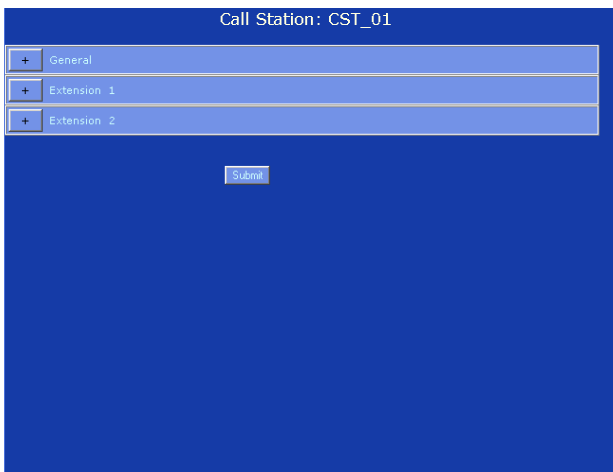

figura 36.31: Zone emergency status, passaggio 2
- 2 Fare clic sul nome della postazione annunci alla quale è stato connesso il tastierino a cui appartiene il tasto che deve essere programmato. Nella cornice principale dell'interfaccia web, appare una schermata simile a quella in figura 36.31.